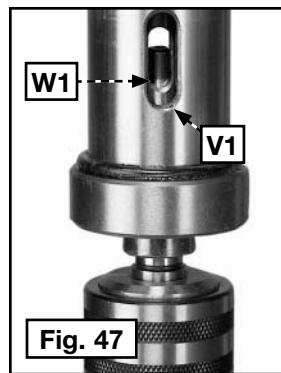

Fig. 47
- Alinez la rainure sur le fourreau (V1), fig. 47, sur l'encoche de la broche (W1).